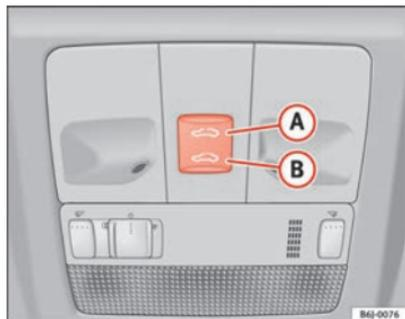

Fig. 51 Toit ouvrant/relevable
- Appuyez et maintenez le bouton **(B)** ⇒ fig. 51 ⇒ **(A)** appuyé, le toit se referme alors jusqu'à ce que le bouton soit relâché.